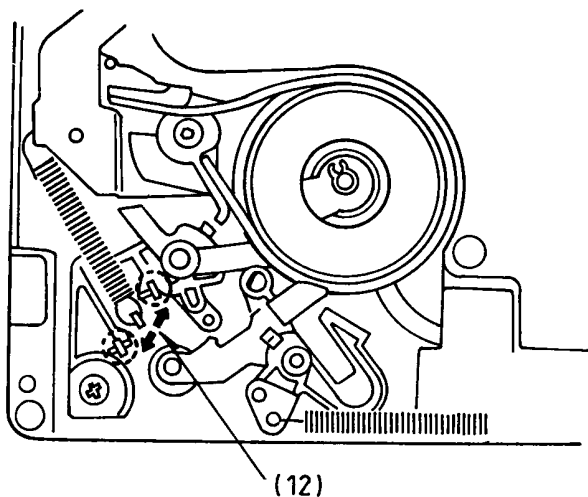

Fig. 18
- Weicht der abgelesene Bandzug vom Sollwert 0,2N ... 0,25N ab, den Bandzug durch Umhängen der Feder (12) auf den Sollwert einstellen (Fig. 18).
- If the measured value deviates from the specified value of 0.2N ... 0.25N set the tape tension to the specified value by hooking the spring (12) into another notch (Fig. 18).